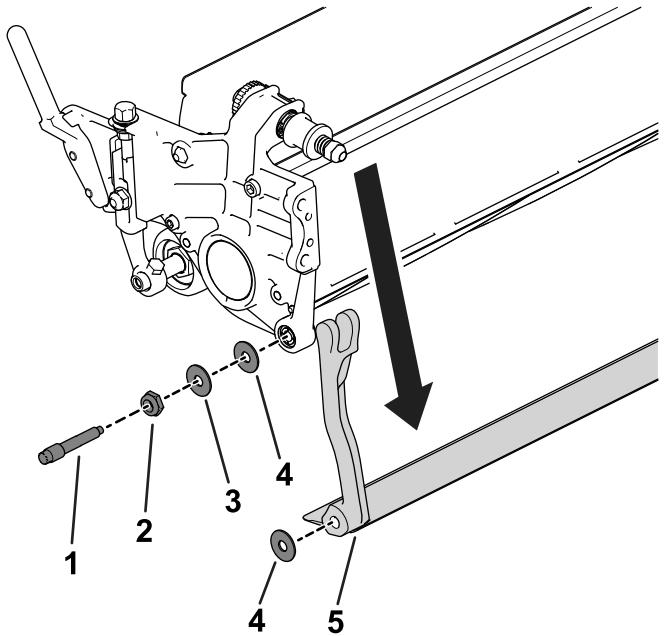

Figura 20
3. En cada lado de la máquina, afloje la contratuerca que se muestra en la Figura 20.
- Retire todos los pernos de la barra de asiento, para poder tirar de la barra hacia abajo y retirarla de la unidad de corte (Figura 20).
Guarde las 2 arandelas de acero y la arandela de plástico de cada extremo de la barra de asiento (Figura 20).